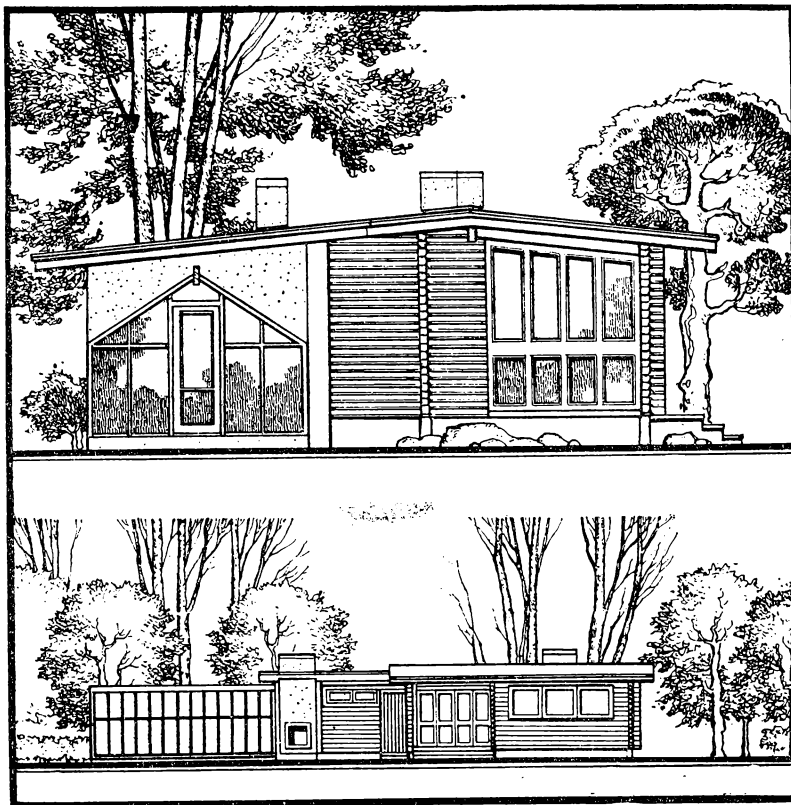

Рис. 7. Эстонская теплица, сблокированная с дачным домиком
**Эстонская теплица** (рис. 7). Излюбленный прием эстонцев — блокировка теплицы с хозяйственными постройками, гаражом, беседкой, дачным домиком, сауной и т. д. Конструкция тоже деревянная — бруски с фальцами, узлы стягивают полосой и болтами. Фундамент — ленточный бутобетонный. Внутри можно подтапливать.